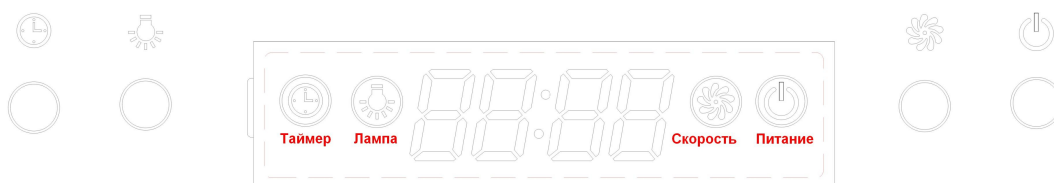

Рис. 7.
(5) Поднимите вытяжку; используйте 16 больших винтов с плоской головкой (M4*10) для соединения корпуса вытяжки и углового крепления (см. рис. 7).